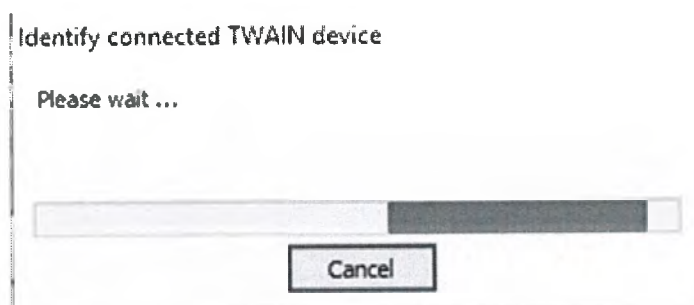

Рисунок 17
7.17.10 Потребуется время, пока драйвер устройства не будет идентифицирован (Рисунок 17).